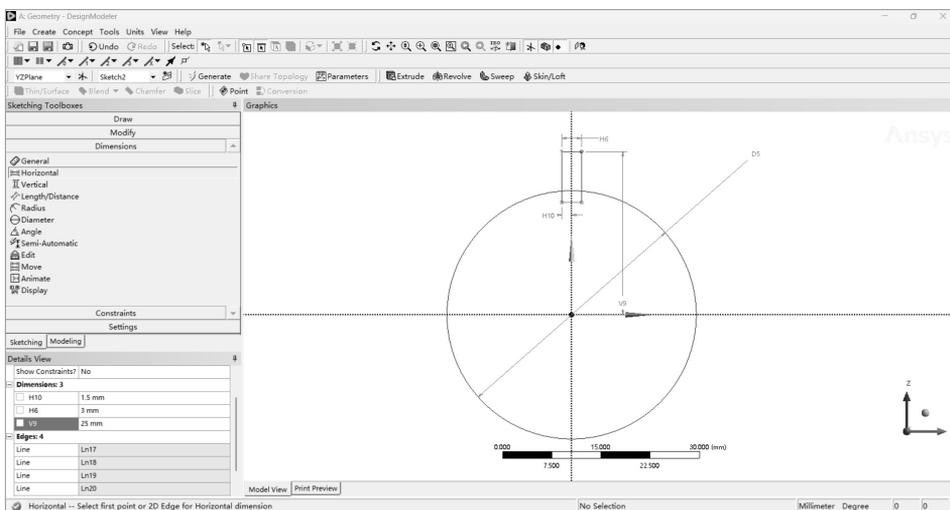

图 2-36 草图 2 尺寸设置
(10) 单击 Dimensions (尺寸) 中的 General (一般尺寸) 选项, 设置小矩形宽为 3mm。单击 Dimensions (尺寸) 中的 Horizontal (水平) 选项, 将小矩形左侧线到 z 轴的距离设置为 1.5mm。单击 Dimension (尺寸) 中的 Vertical (竖直) 选项, 将小矩形上侧线到 y 轴的距离设置为 25mm, 如图 2-36 所示。